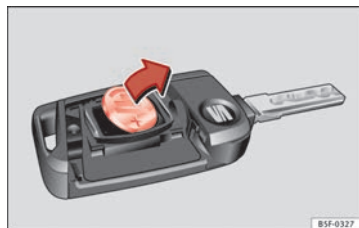

Fig. 49 Llave del vehículo: extracción de la pila.
- Extraiga la pila del compartimento con un objeto fino adecuado ⇒ fig. 49.
- Coloque la pila nueva tal como se muestra ⇒ fig. 49 y presiónela en el compartimento para la pila en sentido contrario a la flecha ⇒ ②.